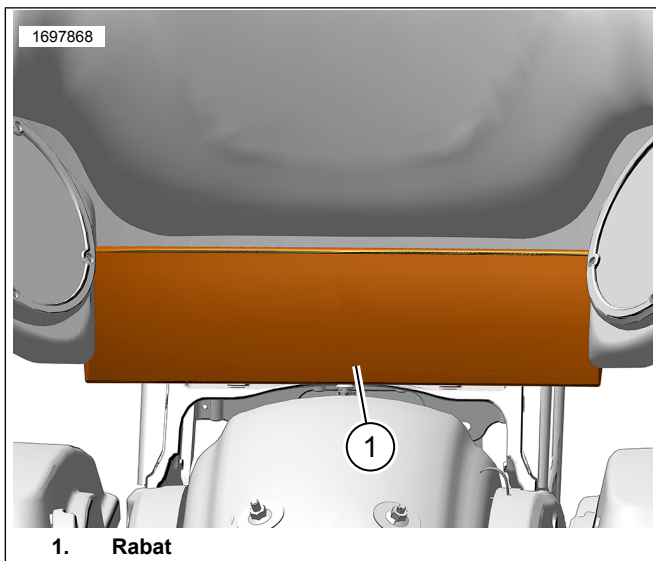

Figure 9. Rabat
1. Voir la figure 9. Soulever le rabat (1) pour accéder à la zone de montage.